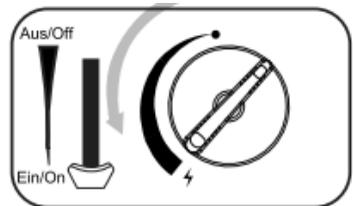

Fig. 8
1. Coloque la moletilla (18) completamente a la izquierda en posición de encendido (19) y manténgala en esta posición durante unos segundos hasta que el encendido haga clic. (fig. 8)